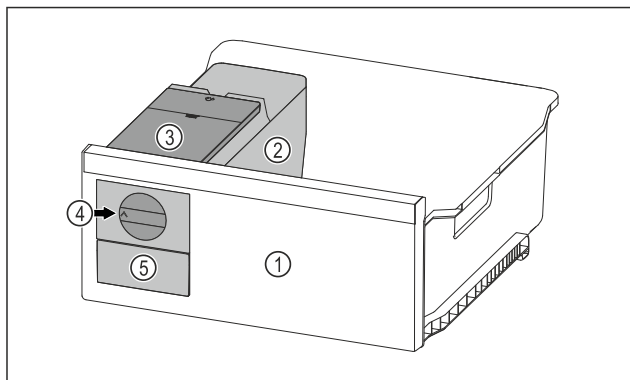

Fig. 137 Représentation à titre d'exemple
- Tourner le bouton rotatif Fig. 137 (4) dans le sens horaire jusqu'à la butée.
- Les glaçons tombent du bac à glaçons dans le tiroir à glaçons Fig. 137 (5).